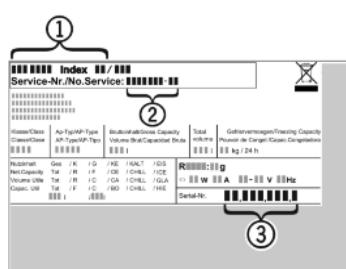

Fig. 10
- Z typového štítku odčítajte označenie zariadenia Fig. 10 (1), servisné č. Fig. 10 (2) a sériové č. Fig. 10 (3). Typový štítek je na ľavej vnútornnej strane zariadenia.
- Upovedomte zákaznícky servis a oznámte chybu, označenie zariadenia Fig. 10 (1), servisné č. Fig. 10 (2) a sériové č. Fig. 10 (3).